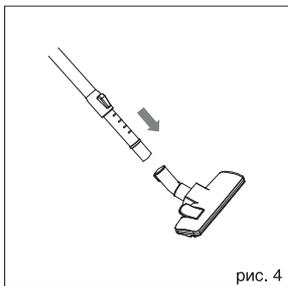

рис. 4
- Выберите необходимую насадку — либо щётку для пола/ковровых покрытий (20), либо комбинированную щётку (22) — и подсоедините насадку к телескопической удлинительной трубке (18) (рис. 4).